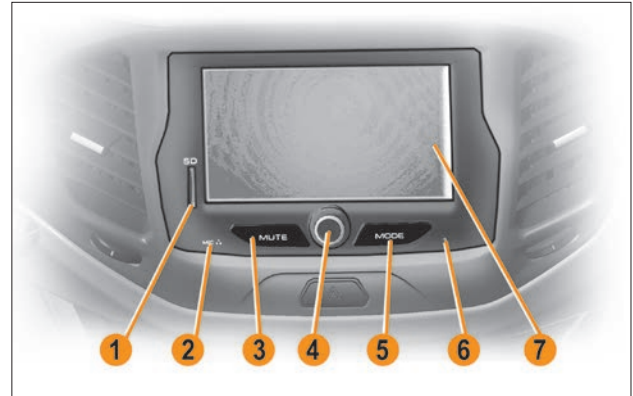

Рис. 3. Внешний вид и форма ММС с навигационной системой
2.1.1 Включение ММС с навигационной системой осуществляется кратковременным нажатием (1-2 сек.) на ручку энкодера **4** (рис. 3).
2.1.3 Для выключения MMC с навигационной системой одновременно нажмите ручку энкодера **4** (рис. 3) и удерживайте ее в нажатом положении до выключения дисплея.
2.1.4 Для перезагрузки MMC с навигационной системой ту-пым тонким стержнем нажмите и удерживайте в течение 2–3 сек. кнопку Reset **6** (рис. 3). После перезагрузки MMC с навигационной системой переходит в режим «Радио» с прослушиванием первой сохраненной радиостанции.